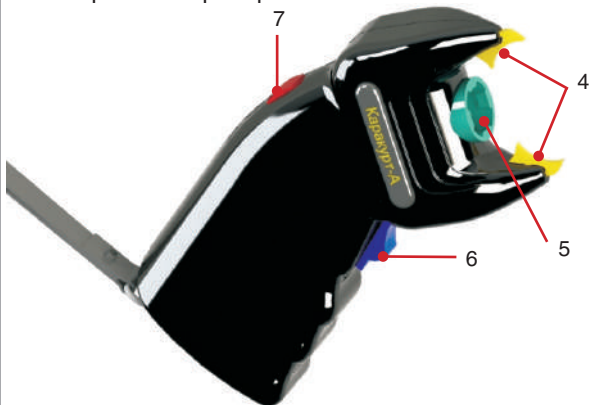

Рис. 2
1.3.2 В передней части корпуса находятся (*рис. 2*):
- электроды (4);
- байонетный замок (5), обеспечивающий возможность подсоединения функционального сменного картриджа «БТЭР» или картриджа «КСС» для оказания дистанционного воздействия на правонарушителя; Порядок использования сменных картриджей «БТЭР» и «КСС» изложен в соответствующих эксплуатационных документах СМКП73.00.00.00.000 ПС и СМКП72.00.00.00.000 РЭ на эти изделия.